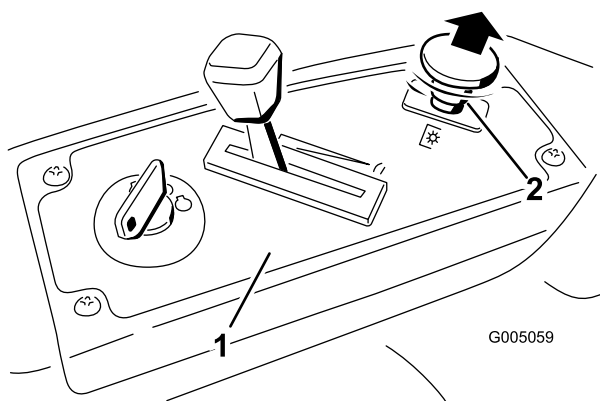

Figure 13
- Tirez sur la commande des lames pour la placer en position engagée et engager les lames (Figure 13).